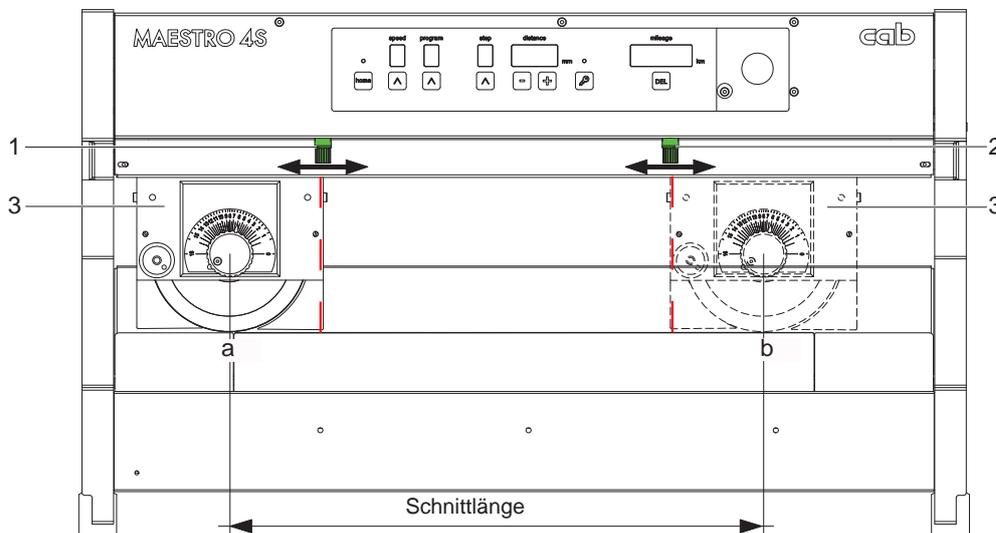

Bild 7 Schnittlänge
Geritzte Nut der Nutzenleiterplatte (2) auf das Untermesser (3) auflegen und Leiterplatte waagrecht halten. Darauf achten, dass die Leiterplatte in dem Bereich des Untermessers liegt, der durch die grünen Rändelschrauben (1 und 2 im Bild 7) als Schneidbereich gekennzeichnet ist.